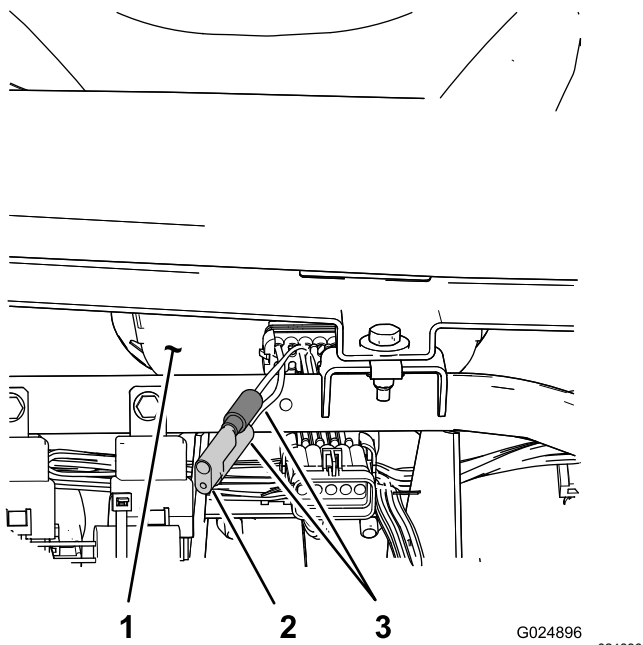

Figure 78
3. Localisez les 2 fils non branchés près du compteur de vitesse (Figure 78).
4. Débranchez le connecteur du faisceau de câblage et branchez les fils ensemble (Figure 78).